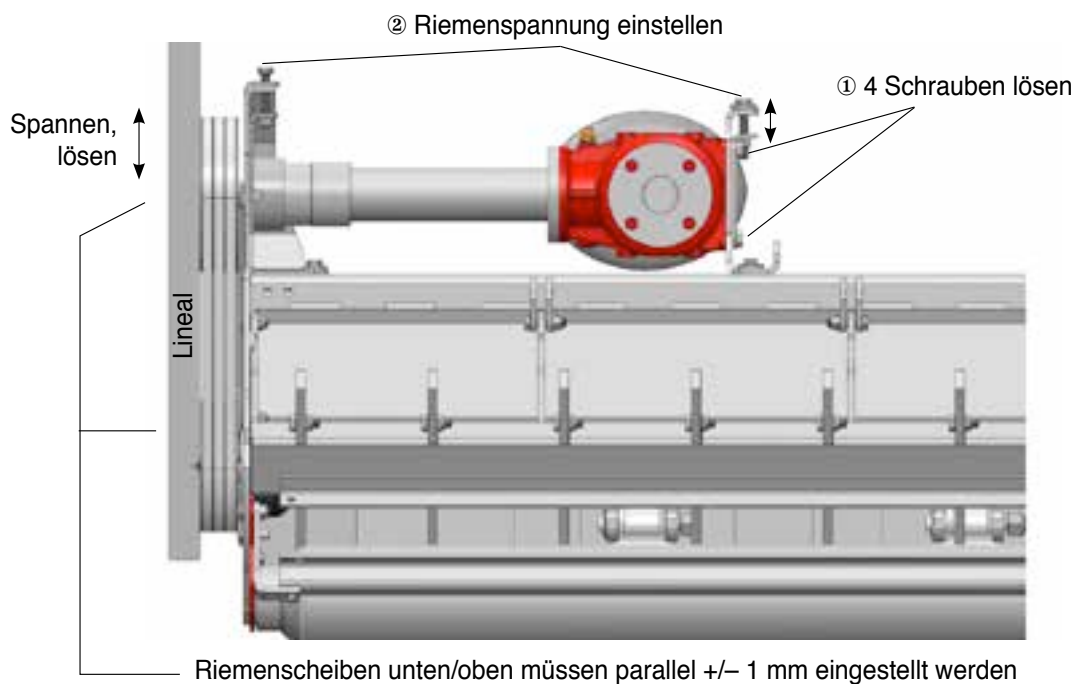

Abb. 20
6.6.2 Auswechseln/Nachspannen der Keilriemen (Abb. 20)